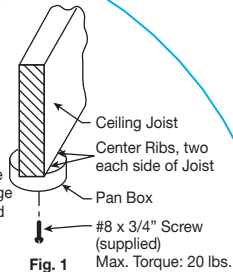

Fig. 1
- 5) Center the backside of pan box (the side with the four raised centering ribs) on the bottom of the ceiling joist and install one #8 x 3/4" lg. screw through the center hole in bottom of the pan box and screw into the ceiling joist, see Fig. 1. Tighten screws snugly.
- 5) Centrer l'arrière de la boîte d'encastrement (le côté avec les quatre nervures de centrage surélevées) sous la solive de plafond et poser une vis no 8 x 3/4 po dans le trou central au fond de la boîte et la visser dans la solive, voir Fig. 1. Bien serrer la vis.
- 5) Centre la parte trasera de la caja de conexiones redonda (el lado con las cuatro costillas de centrado elevadas) en la parte inferior de la viga de techo e instale un tornillo #8 x 3/4 de pulgada de longitud a través del orificio central de la parte inferior de la caja de conexiones redonda y atornillelo en la viga del techo, vea la fig. 1. Apriete los tornillos firmemente.